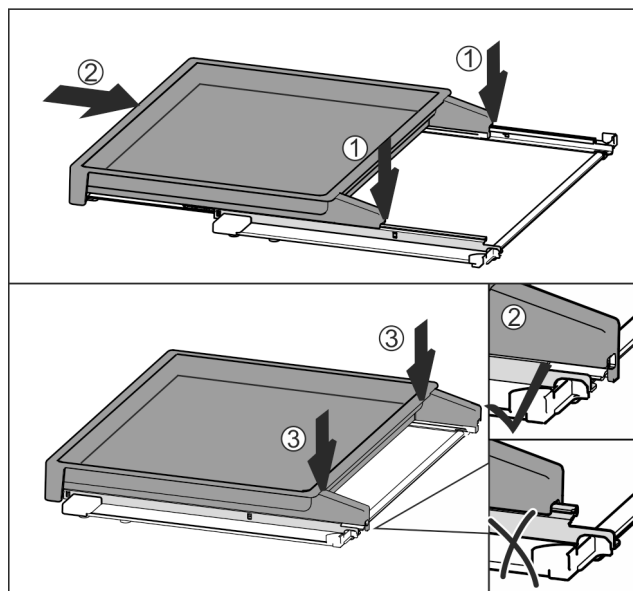

Fig. 41
- ▶ Nasadte uprostřed na kolejničky Fig. 41 (1).
- ▶ Vysouvací přihrádku zcela zasuňte Fig. 41 (2).
- ▶ Zatlačte pak na zadní straně, až slyšitelně zacvakne Fig. 41 (3).